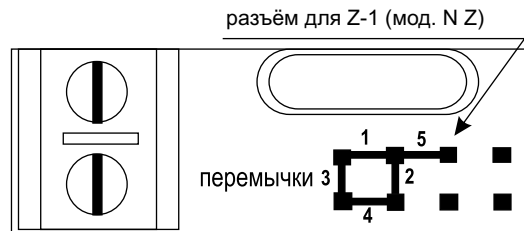

Рис. 2 Положение перемычек
2. Установите защитный диод (см. рис.5). В случае, если замок электромеханический, установите переключатель в положение 1 (см. рис.2).
В комплект поставки контроллера Z-5R (мод. 5000) входит переключатель, который используется для программирования контроллера (всего пять положений) (см. рис.2).